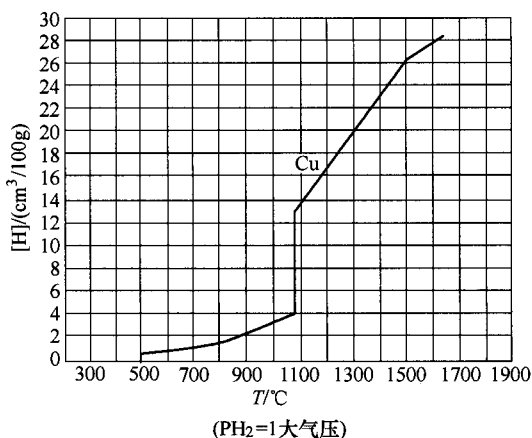

图 2
(4) 气孔 气孔是铜焊接时的一个主要问题。原因是铜在高温时吸收氢的能力比铁大得多，而铜的导热系数大，熔池凝固速度快，液态铜中的氢来不及逸出和上浮而滞留在焊缝中，形成气孔。氢在铜中的溶解度与温度的关系如图2所示。